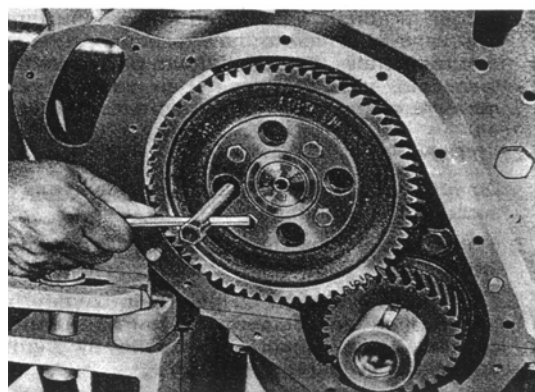

РИС. 95
- 10) Прокручивайте двигатель вручную, пока отверстие в шестерне распределительного вала установится на одной линии с монтажными болтами распределительного вала. Открутите 4 болта, удерживающие упорную шайбу распределительного вала на блоке цилиндров (рис. 95).